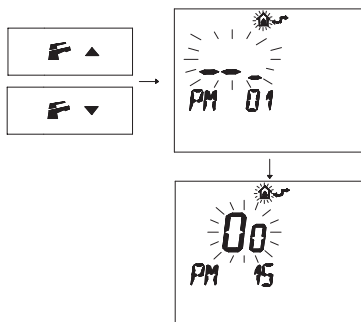

Figura 5.25
- Pulse los botones $\text{F} \blacktriangle$ o $\text{F} \blacktriangledown$ para visualizar la programación "PM15" de habilitación de la sonda externa (Figura 5.25).